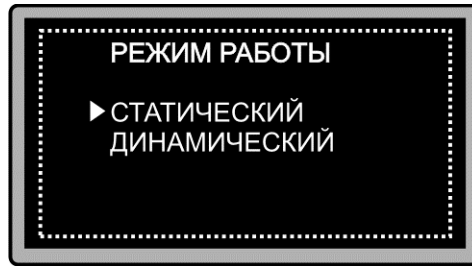

Рис. 6.2 Выбор режима работы дефектоскопа
**6.1.2.1** Для выбора статического или динамического режима работы (рис. 6.2) кнопками "↑", "↓" установить курсор на соответствующую строку и нажать кнопку "←".